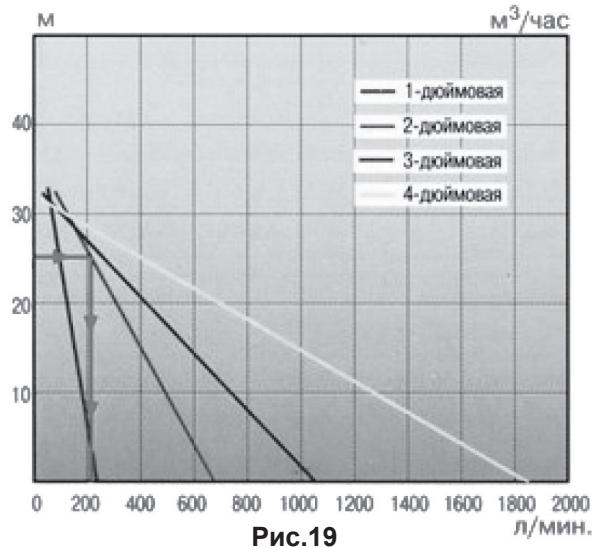

Рис.19
4. На графике зависимости высоты подъема от производительности мотопомпы (Рис.19) находим величину расхода, она составляет примерно 200 л.